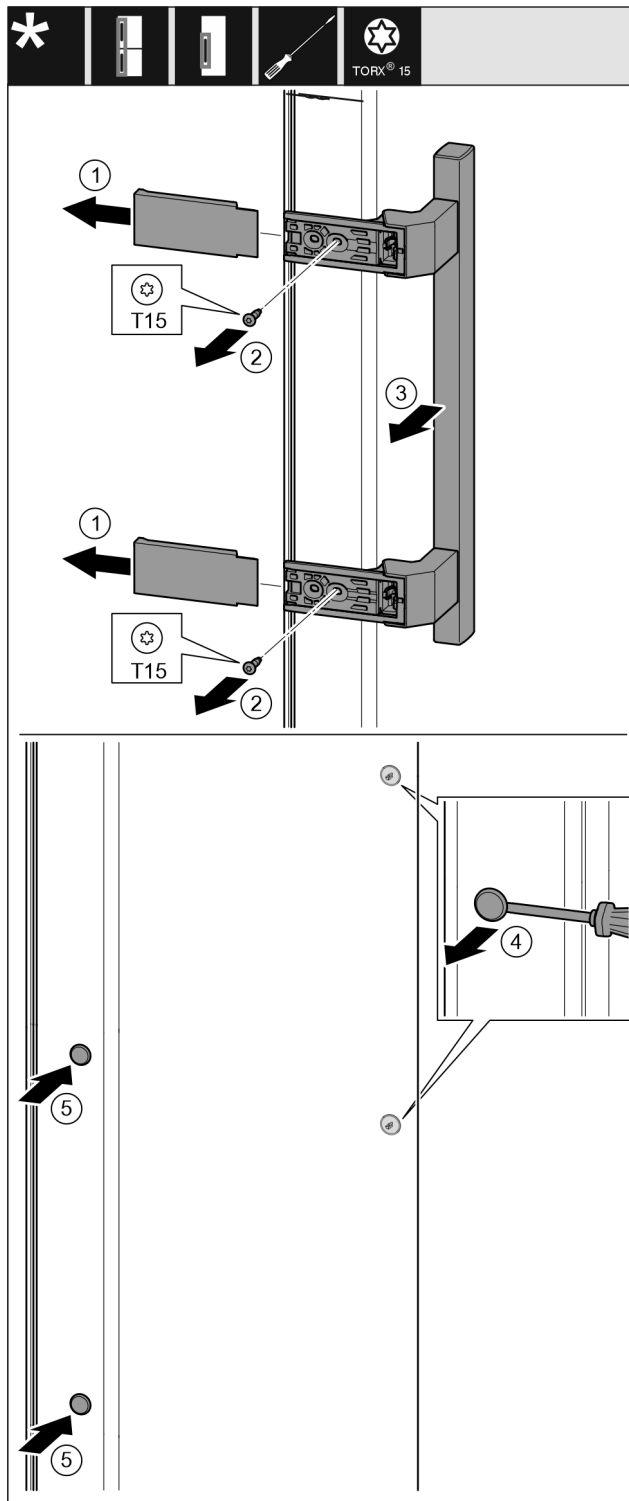

Fig. 28
- Hiqni kapakun mbulues. Fig. 28 (1)
- Nxirrni jashtë vidat me një kaçavidë T15. Fig. 28 (2)
- Hiqni dorezën. Fig. 28 (3)
- Ngrini lart me kujdes tapat anësore me një kaçavidë me kokë petë dhe nxirrni jashtë. Fig. 28 (4)
- Vendosni sërish tapat në anën tjetër. Fig. 28 (5)